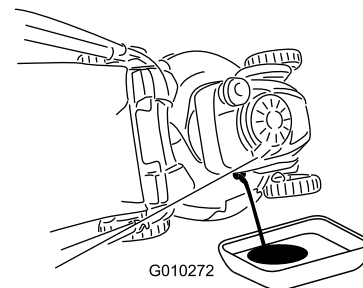

Bild 43
4. Kippen Sie die Maschine seitlich (Luftfilter nach oben), um das Altöl aus dem Öleinfüllstutzen abzulassen (**Bild 43**).